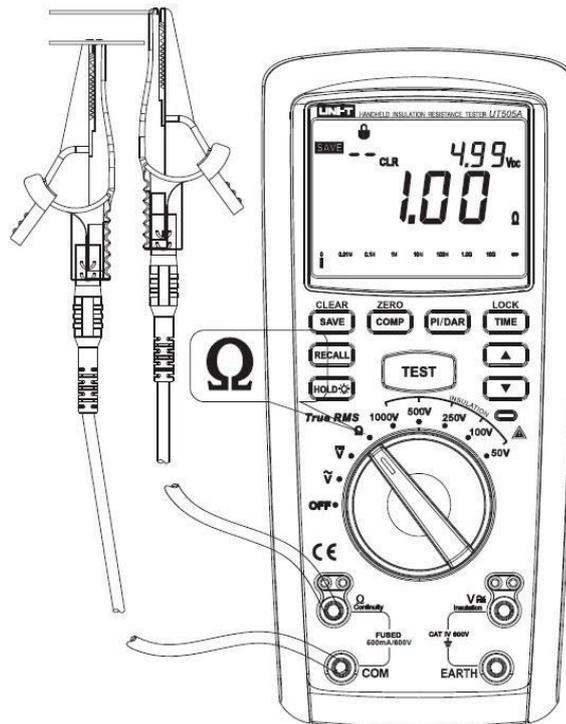

Рисунок 6
3. Измерение низкого сопротивления (см. Рисунок 6)